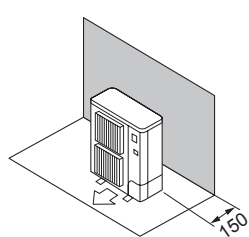

Fig. 2-3
- ① Окружающие предметы сзади (Fig. 2-3)